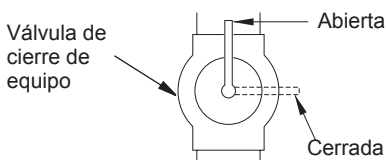

Figura 4 - Válvula de cierre del equipo
1. Cierre la válvula de cierre del equipo (consulte la figura 4).
- Cierre la válvula de cierre del equipo (consulte la figura 4, página 15).